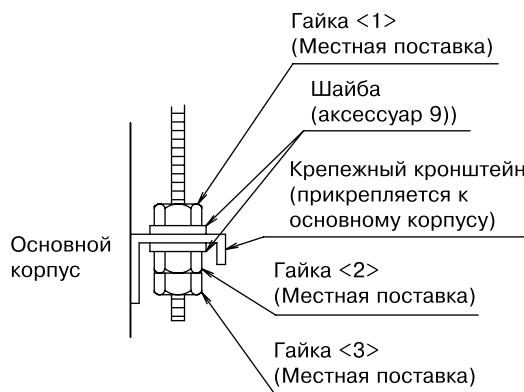
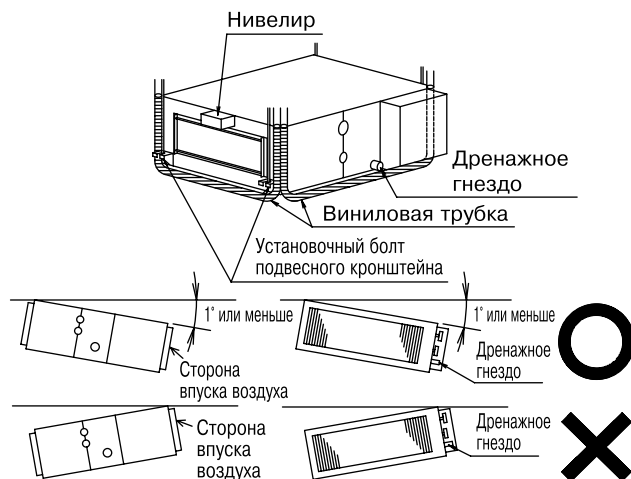

Рис. 4
Рис. 5
- (2) Отрегулируйте высоту блока с помощью гайки <2>. (См. рис. 4)
- (3) Проконтролируйте выравнивание блока по горизонтали.
- Используйте уровень или виниловую трубку, наполненную водой, чтобы убедиться в выравнивании и наклоне блока (уклон вниз) к дренажному отверстию и стороне впуска воздуха в пределах 1°. (См. рис. 5)
- (4) Затяните верхнюю и нижнюю гайки <1>, <3>. (См. рис. 4)